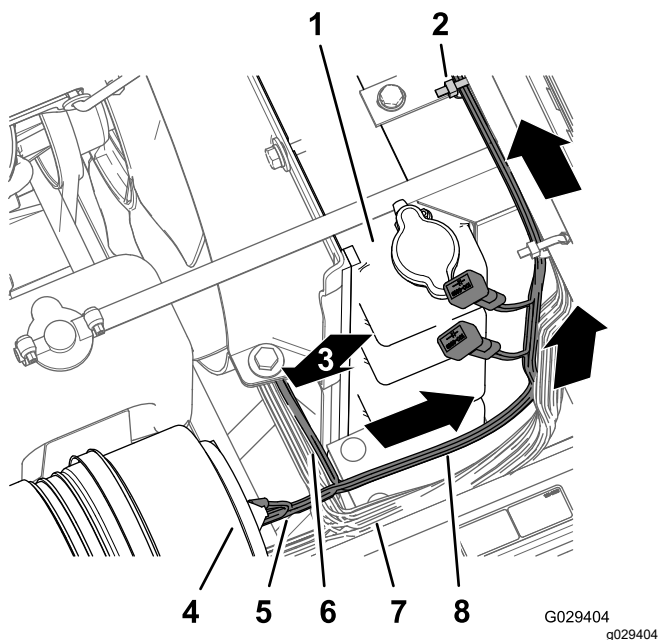

Bild 11
1. Verlegen Sie den Kabelbaum für das Finishingkit nach vorne zwischen dem Überrollbügel und der unteren Ecke des Sprühbehälters, entlang des Kabelbaums der Maschine und unter dem Luftfilter für den Motor (Bild 10 und Bild 11).
2. Verlegen Sie den Motorraumzweig (197 cm) des Kabelbaums (mit dem Kabelschuh, Buchsenanschluss und 5-Buchsen-Stecker) nach oben entlang der rechten Seite des Kühlers, über die Oberseite des Kühlers und unter das Unterteil der mittleren Konsole (Bild 11).